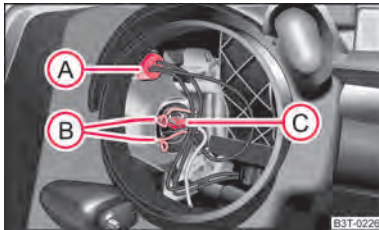

Abb. 204 Ausbau der Lampen für Stand- und Fernlicht
- Nehmen Sie die Fassung (A) heraus ⇒ Abb. 204.
- Drücken Sie die Federdrahtbügel (B) ⇒ Abb. 204 zusammen und hängen Sie diese zur Seite aus.
- Nehmen Sie die Fassung (C) heraus ⇒ Abb. 204.